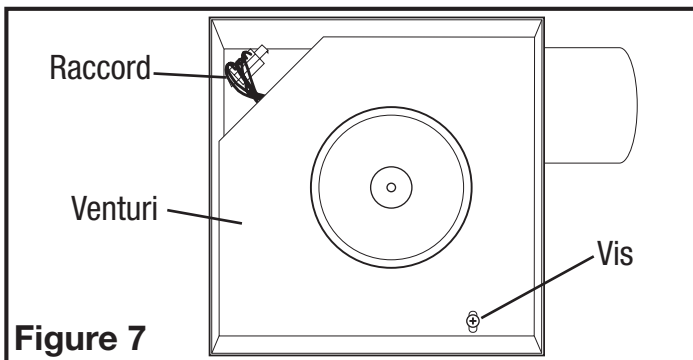
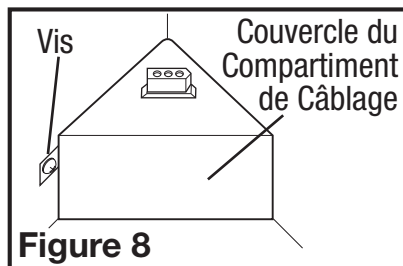

Figure 7
Figure 8
- Compartiment de Câblage Intérieur: Enlever le vis retenant en place l'ensemble venturi du ventilateur et soulever pour sortir l'assemblage hors du châssis (**Figure 7**). Enlever la vis du couvercle du compartiment à câblage et mettre ce couvercle dans un endroit fiable (**Figure 8**).